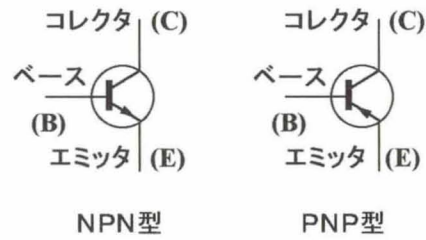

図14 トランジスタの回路記号
トランジスタは電子回路の部品で、主役がこのトランジスタです。ダイオードと同じように、ゲルマニウムやシリコンを主材料として作られ、作り方によってpnp型とnpn型があります。トランジスタには3つの電極があり、それぞれコレクタ (C)、ベース (B)、エミッタ (E) と呼びます。トランジスタの主なはたらきは、マイクロホンやラジオ電波などから得られた小さな電気信号でベース電流をコントロールして、コレクタ側で大きな電気信号を得ることであり、このことを増幅作用と呼びます。トランジスタの記号と電極 (足) の関係を図14に示します。